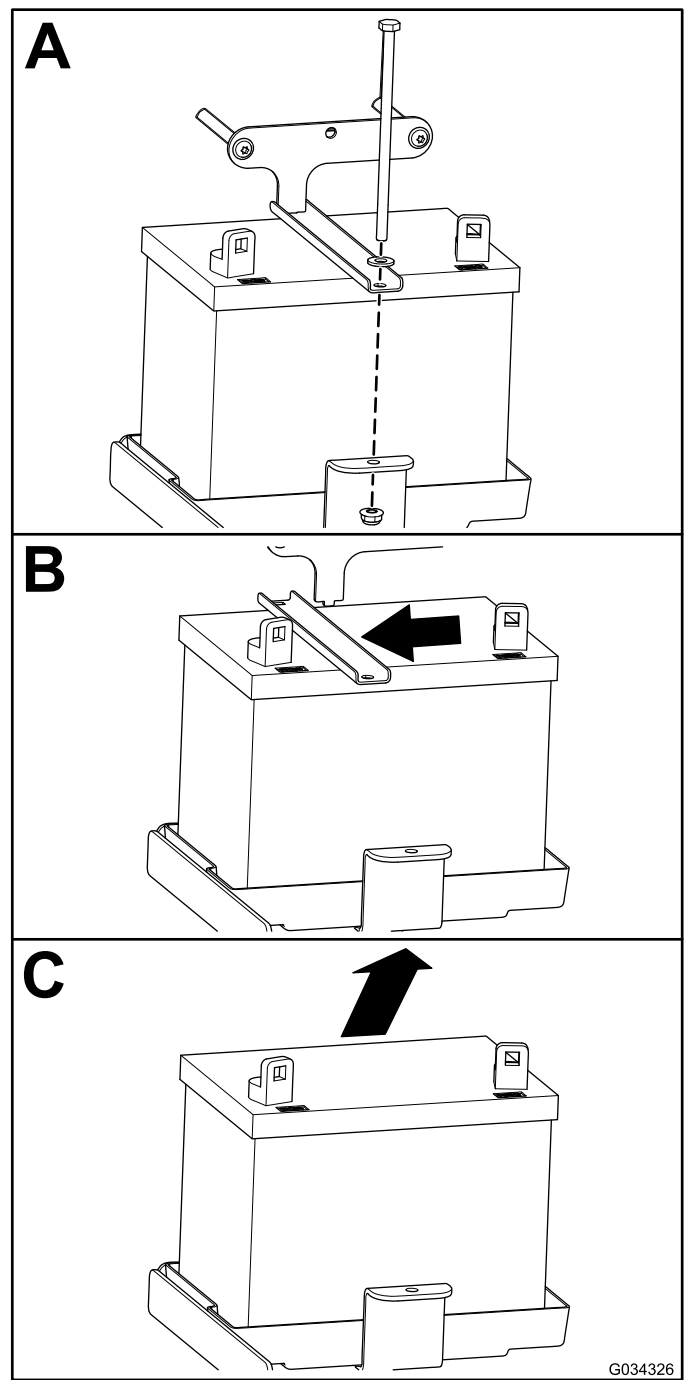

Figure 46
2. Retirez la batterie, comme montré à la Figure 46.